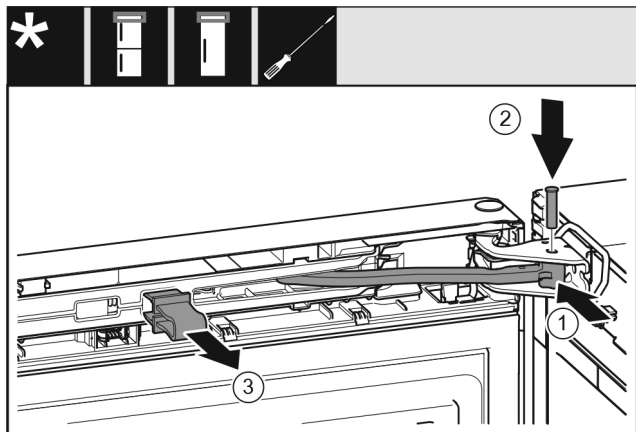

Fig. 70
- ▶ Zavrtite zgibni del Fig. 70 (1) v ležajnem podstavku.
- ▶ Vstavite sornik Fig. 70 (2) v ležajni podstavek in zgibni del. Pri tem pazite, da zaskočni zapah pravilno sedi v utoru.
- ▶ Snemite varovalo Fig. 70 (3).